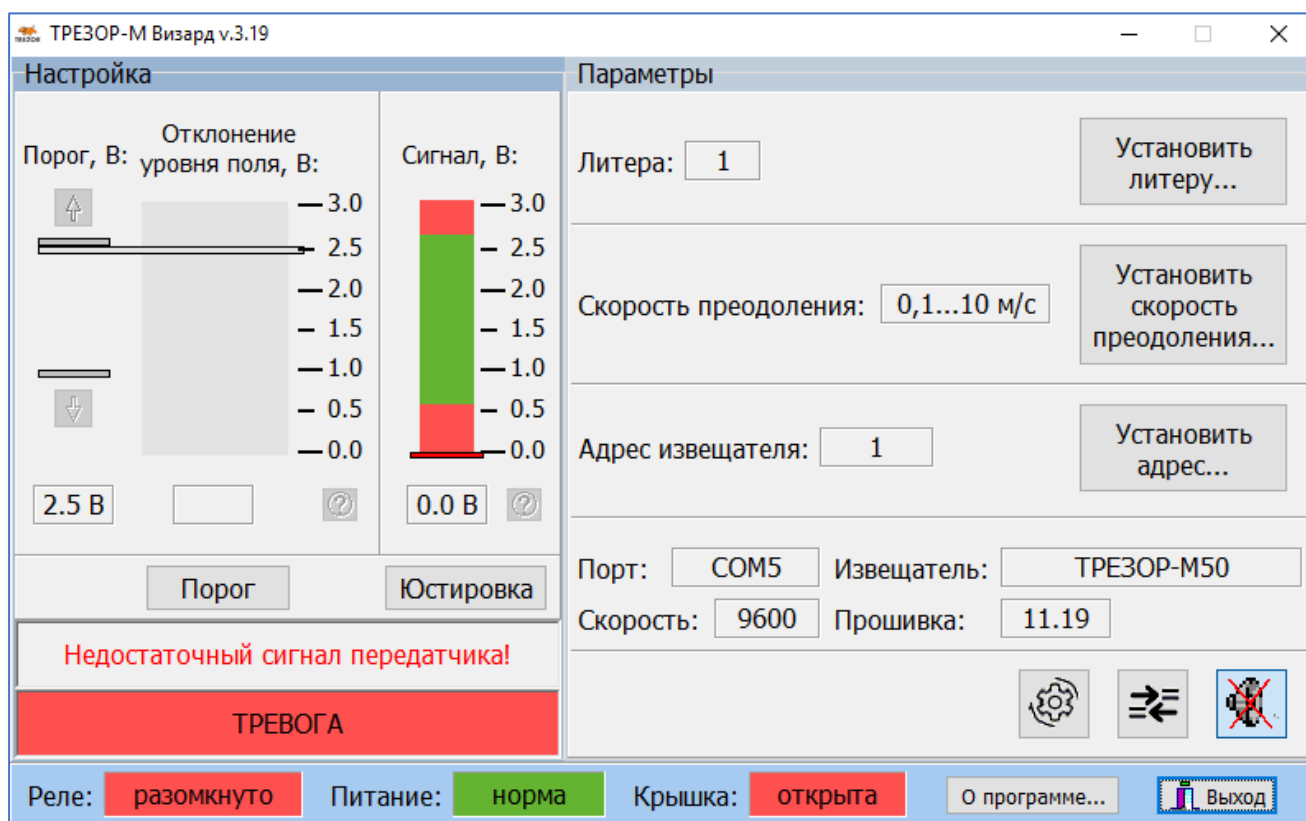

Рисунок 2.10 – Интерфейс программы настройки в режиме «Юстировка»
- с помощью ПО установить частотную литеру, соответствующую частотной литере, установленной на блоке ПРД (см. рисунок 2.10);
- войти в основной (дежурный) режим (см. рисунок 2.10);